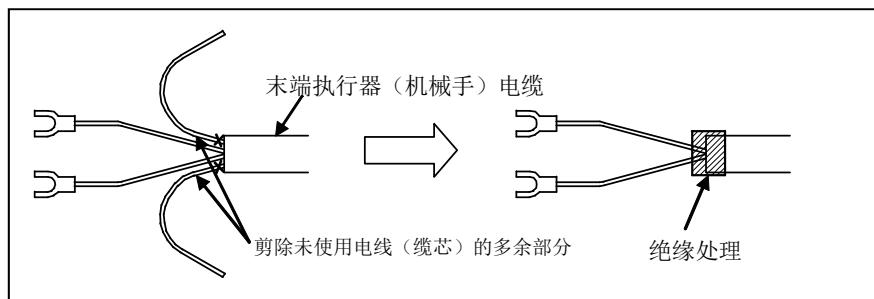

图 5(a) 末端执行器(机械手) 电缆的处理方法
- 请剪除末端执行器(机械手)电缆的未使用电线(缆芯)的多余部分并进行绝缘处理。如缠绕醋酸布胶带等。(见图 5(a))